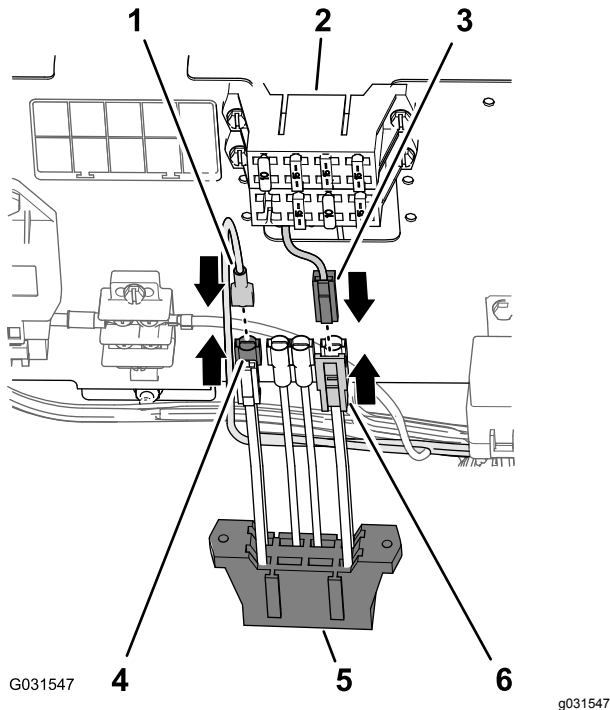

Bild 204
1. Schließen Sie den Flachstecker des Kabelbaums für das Finishingkit am Buchsen-Stecker des Hilfssicherungskastens an (Bild 204).
2. Stecken Sie den 2-Stift-Stecker für die Zuführungskabel des Sicherungskastens der Maschine in den 2-Buchsen-Stecker für die Zuführungskabel des Hilfssicherungskastens (Bild 204).